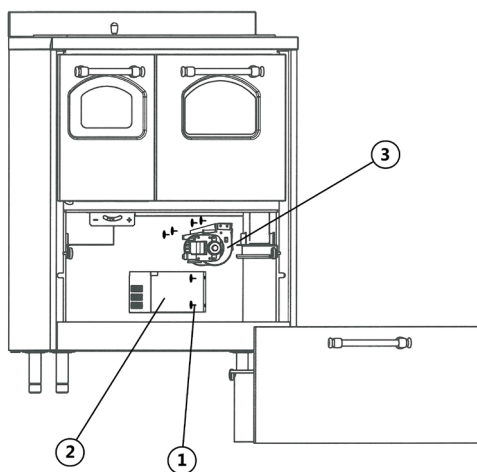

Fig. 17 - Substituição do ventilador
LEGENDA Fig. 17 pág. 46
- Desaparafusar os 4 parafusos montados nas partes laterais do cárter de protecção do ventilador (ver **Fig. 17 pág. 46**).